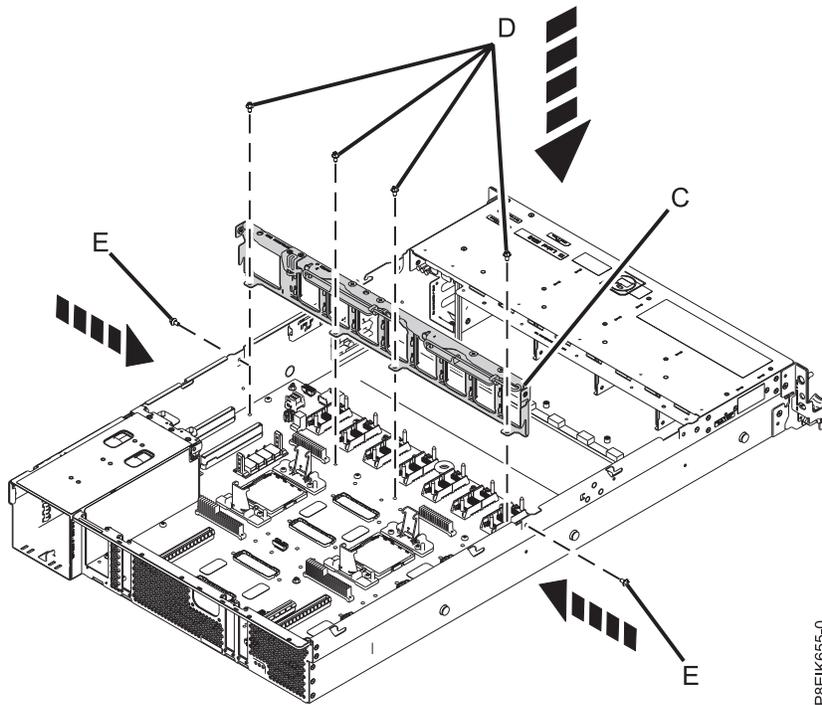

図 152. 中間サポートの再取り付け
9. 中間サポート (C) を再取り付けします。 137 ページの図 152を参照してください。
- a. 中間サポート (C) を下げて所定の位置に収めます。
- b. ねじ (E) をシステムの各側面に 1 つずつ再取り付けします。
- c. 中間サポートをシステム・バックプレーンに接続している 4 本のねじ (D) を再取り付けします。